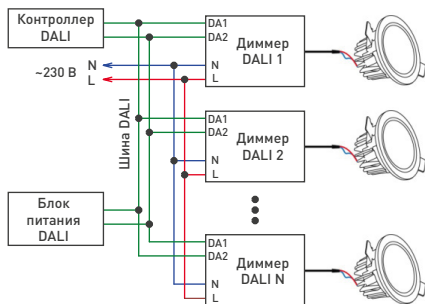
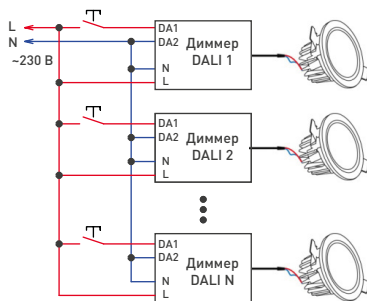

Рис.2. Схема соединения диммируемых блоков питания при использовании управления DALI.
Рис.3. Схема соединения диммируемых блоков питания при использовании управления Touch DIM.
3.5. Выполните подключение сигналов управления к клеммам DA1 и DA2 и проводов питания от сети ~ 230 В к клеммам L (фаза) и N (ноль) в соответствии с используемой схемой управления — DALI или Touch DIM (см. Рис.2 и Рис.3.).